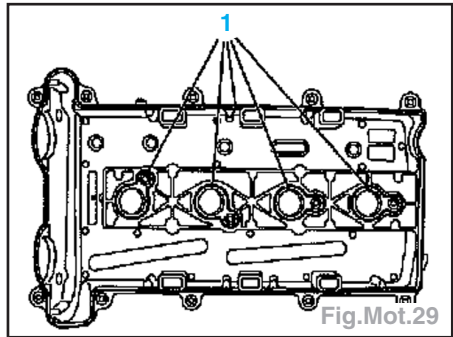

Fig.Mot.29
Nota : Les lèvres des joints d'étanchéités (1) doivent être placées dans la rainure du couvre-culasse (Fig.Mot.29)